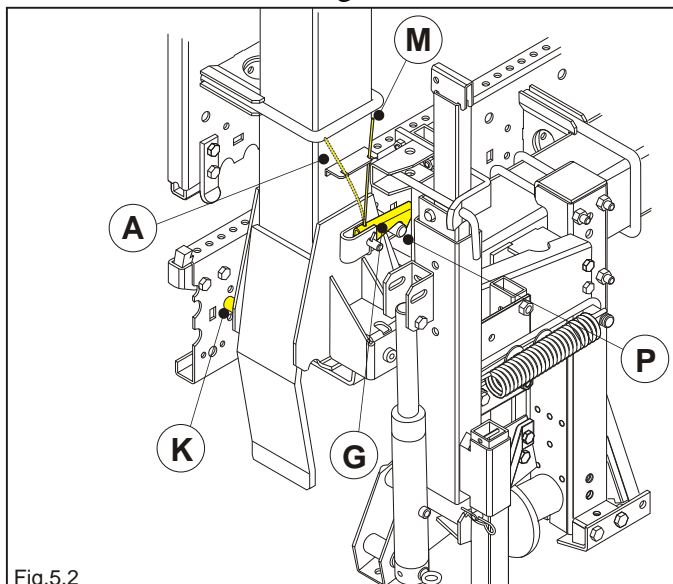

Fig.5.2
- Die Feder **M** auf beiden Armen in Stellung **A** (Abb.5.2) bringen.
- Die Arme leicht schließen, und zwar so weit, bis der Haken **G** anspricht und den Zapfen **P** freigibt (Abb.5.2).
- Die Feder **M** auf beiden Teilen in Stellung **A** bringen (Abb.5.2).
- Weiter die hydraulische Steuerung betätigen und somit die Arme vollständig öffnen, so dass sich der Zapfen **K** des Arms am Rahmen einhakt (Abb.5.2).